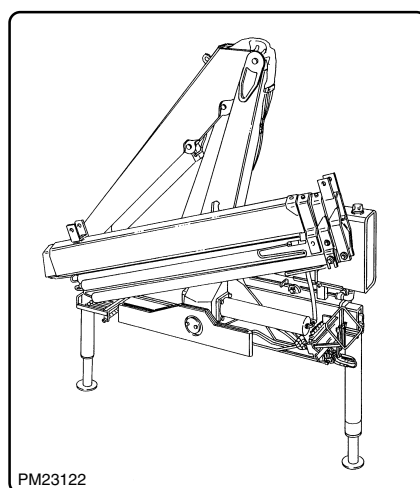

fig. 8.20.2
- c) chiudere tutti i martinetti (compresi gli stabilizzatori) mettendo la gru in posizione di riposo (fig. 8.20.2) e ripetere l'operazione di svuotamento del serbatoio;
- c) close all the cylinders (including the outriggers) to put the crane into rest position (fig. 8.20.2) and repeat the operation of the oil change;*